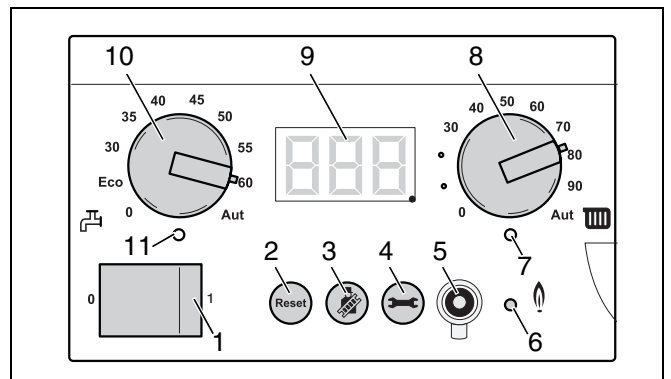
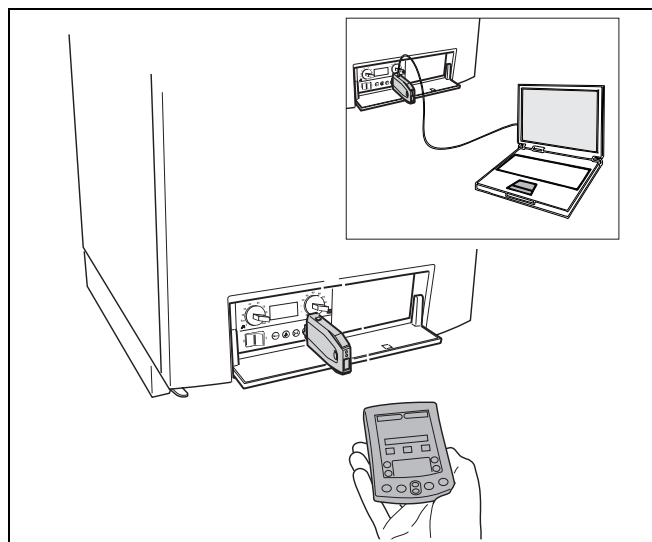

Fig. 50 Basiscontroller BC10
Fig. 51 Nefit Service Tool aangesloten op het cv-toestel
- Begrens de maximale cv-watertemperatuur met de draaiknop „Maximale cv-watertemperatuur“ (→ fig. 50, [8], pag. 43) tot de toegestane aanvoertemperatuur van het vloerverwarmingscircuit (bijv. 30 – 40 °C).
Met de service-toets (→ fig. 50, [4], pag. 43) kan de aanvoertemperatuur, installatiedruk etc. op het display worden opgeroepen. Zie ook tabel 10, „Servicebedrijf“, pag. 47, tabel 18, „Displaywaarden“, pag. 81, tabel 19, „Displayinstellingen“, pag. 81 en tabel 20, „Displaycodes“, pag. 82.
Om het detecteren, analyseren en oplossen van een storing doeltreffender, sneller en makkelijker te maken, is het mogelijk om een Nefit Service Tool (→ fig. 51) op de Service Connector (→ fig. 50, [5], pag. 43) van het cv-toestel aan te sluiten.
- Verwijder het afdekdoopje (→ fig. 50, [5], pag. 43) op de BC10.